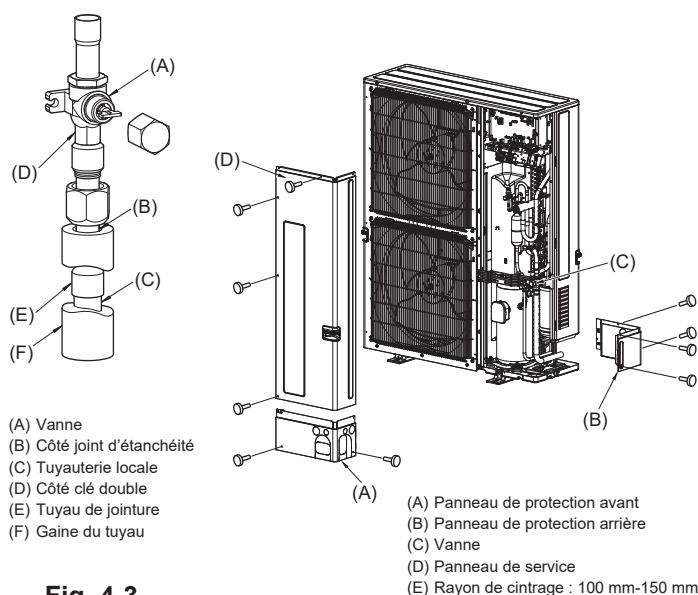

Fig. 4-3
(3) Respecter la procédure suivante pour le raccordement des tuyaux côté gaz. (Fig. 4-3)
- Braser le tuyau de jointure (E) fourni pour l'appareil extérieur à l'aide du matériel de brasage acheté auprès d'un revendeur local et du tuyau local (C) sans oxygène.
- Connecter le tuyau de jointure (E) à la vanne côté gaz. Utiliser deux clés pour serrer le raccord conique.